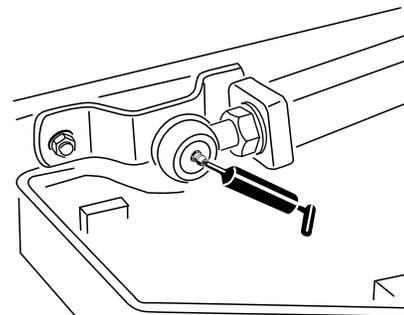

Figura 45
- Articulaciones de bola de los brazos de elevación (2) (Figura 45).